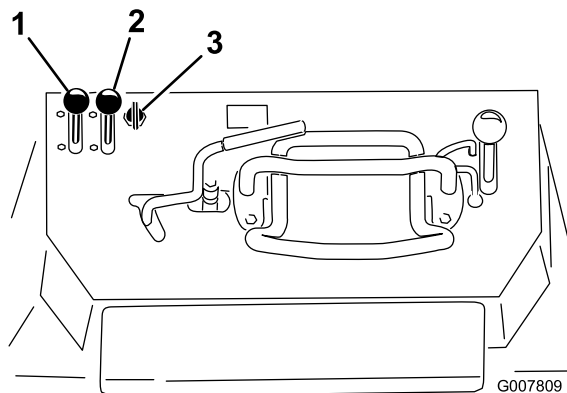

Bild 19
1. Schieben Sie den Gasbedienungshebel in die Mittelstellung zwischen Langsam und Schnell (Bild 19).
2. Schieben Sie den Chokehebel auf die Ein-Stellung (Bild 19).
- Modell mit Elektrostart: Drehen Sie den Schlüssel in die Ein-Stellung (Bild 19). Lassen Sie den Schlüssel los, wenn der Motor anspringt.
4. Schieben Sie den Chokehebel langsam auf die Aus-Stellung (Bild 19). Schieben Sie beim Absterben oder Aussetzen des Motors den Choke wieder nach vorne, bis der Motor warm gelaufen ist.
5. Schieben Sie den Gasbedienungshebel auf die gewünschte Stellung (Bild 19).
1. Stellen Sie den Gasbedienungshebel auf die Langsam-Stellung (Bild 19).
3. Drehen Sie den Zündschlüssel auf die Aus-Stellung (Bild 19).